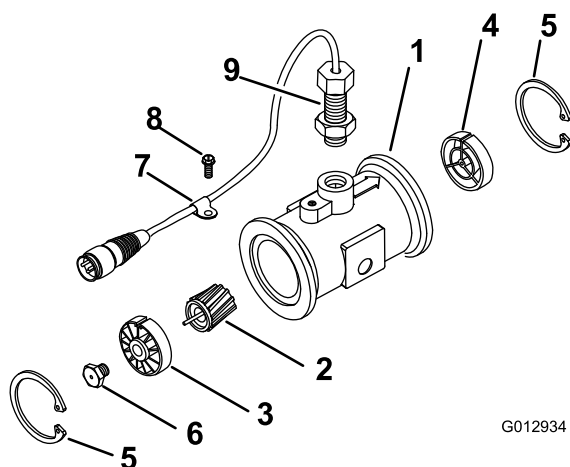

Figure 11
3. Déposez la bague de retenue en amont (Figure 11).